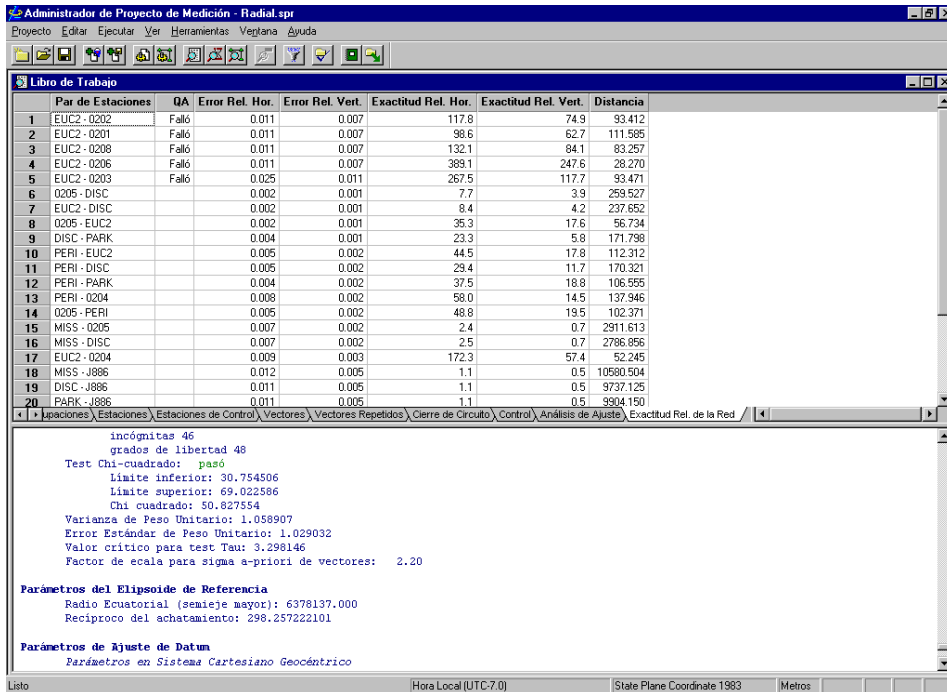

Figura 14.13. Visualizando la Exactitud Relativa de la red
31. Cambie a **Exactitud Rel. de la Red** (Figura 14.13).